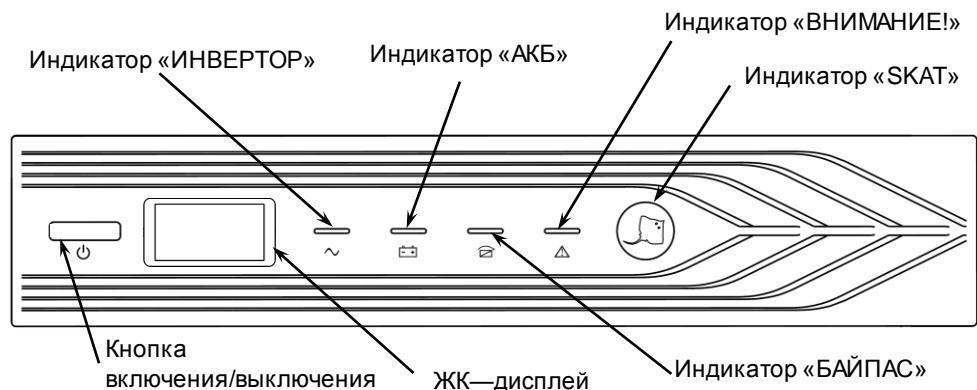

Рисунок 1 – Общий вид передней панели изделия.
**Изделие выполнено** в металлическом корпусе с перфорированной пластиковой передней панелью, на которой расположены кнопка включения/выключения, ЖК-дисплей и светодиодные индикаторы (см. рисунок 1 и приложение 3).